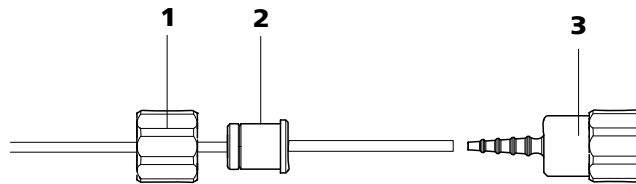

Figura 23 Instalación de una conexión de tubo de bomba sin filtro
- **Caso B:** una conexión de tubo de bomba **sin filtro** 6.2744.160 (véase Figura 23, página 43).